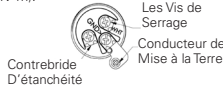

Figure 2
2. Retirer 0,5 pouce (13 mm) de l'isolation de fils d'alimentation. Desserrer les bornes de connexion et placer les fils sous la contrebride d'étanchéité. Des cosse bornes de fil peuvent être utilisées. Ne pas retirer complètement les vis de serrage. Connecter le fil noir à la borne en non marquée. Connecter le fil blanc à la borne de marquée « WHT » (voir Figure 2). Connecter le fil de mise à la terre à la borne du terminal marquée GND. Ne pas desserrer ni altérer la vis du conducteur de mise à la terre. Serrer toutes les bornes de terminal à un couple de 15 lb-po (1,7 N•m).